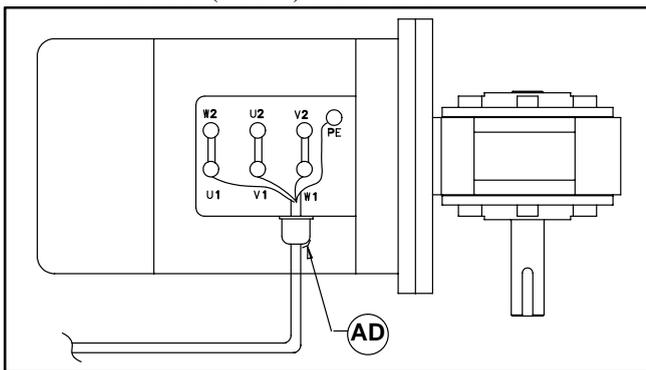

Abbildung 19
- b. Die Farben der Drahtleiter (Adern) an Klemmen U1, V1, W1 u. PE (Abbildung 19) aufschreiben. Die Klemmen U1, V1, W1 u. PE lösen und Drahtleiter (Adern) entfernen.
- c. Die Kabelklemme (AD siehe Abbildung 19) lösen und Kabel herausziehen.